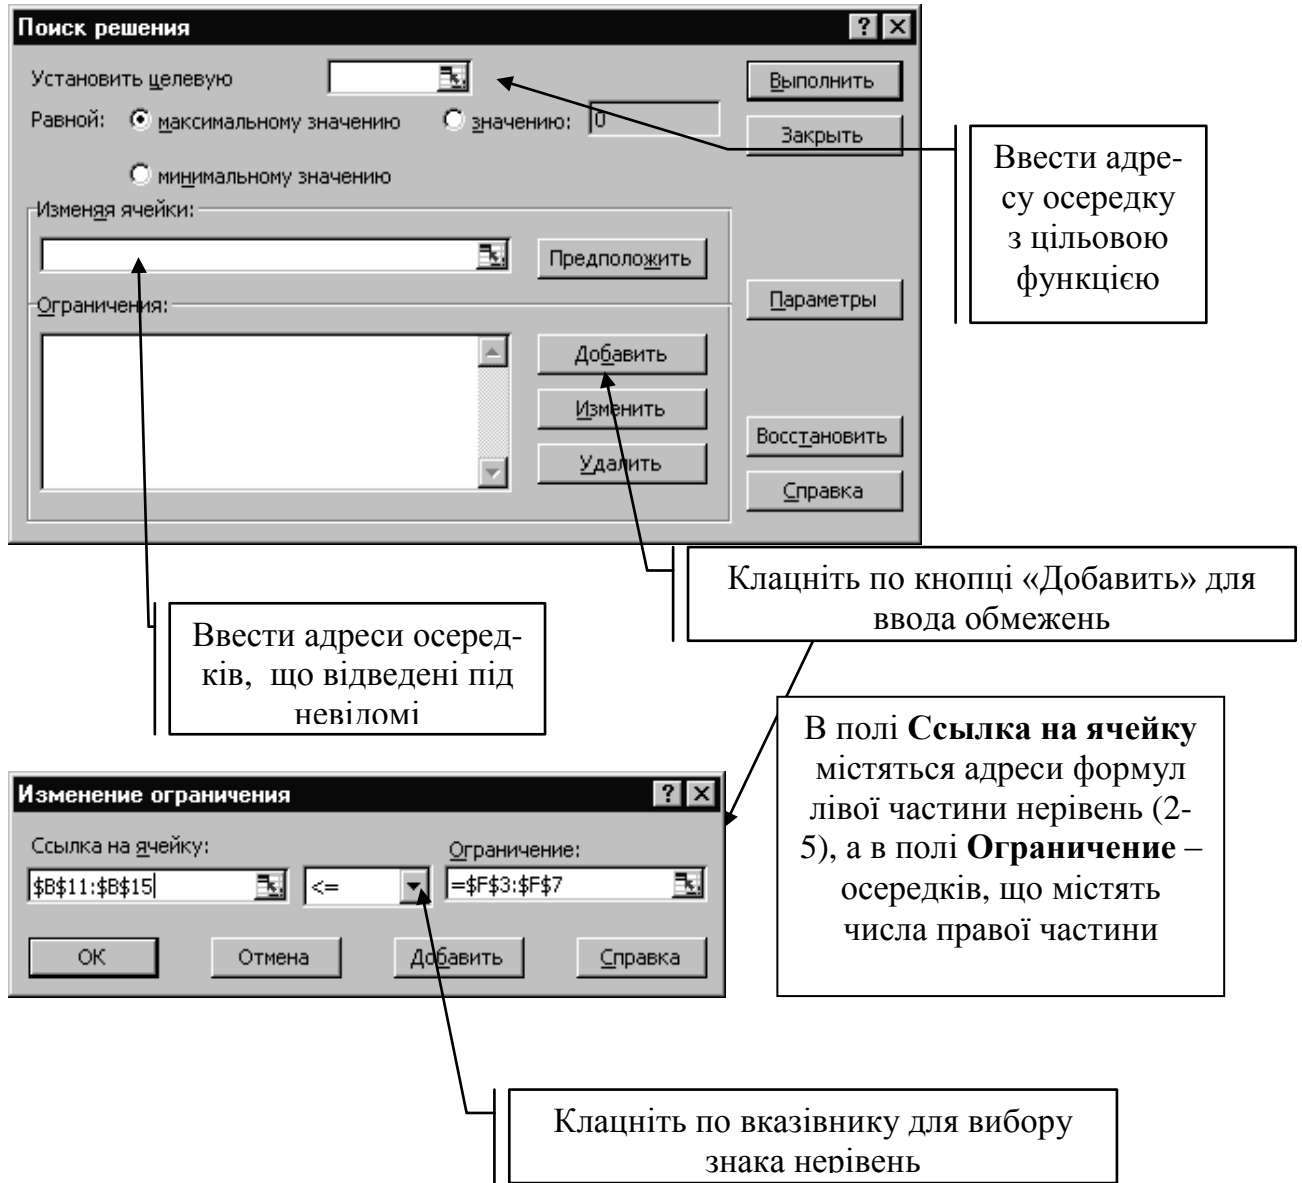

Рисунок 5.4 - Вікно «Пошук рішення»
- Після введення формул викликати меню Сервіс/Пошук рішення. На екрані з'явиться вікно, показане на рис.5.4. Спочатку заповнюється поле «Встановити цільову», в це поле вводиться адреса осередку, що містить цільову функцію, в нашому випадку, це осередок B16 (рис.5.1). Потім указується, що функція повинна прагнути до максимуму (формула 1).